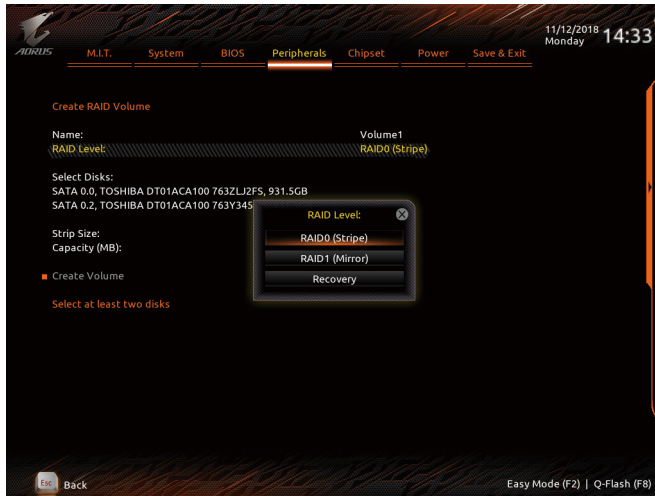

图8
在「Intel(R) Rapid Storage Technology」画面时,请在「Create RAID Volume」选项按<Enter>键,进入「Create RAID Volume」画面,首先在「Name」选项自订磁盘阵列名称,字数最多可至16个字母但不能有特殊字符,设定好后按<Enter>键。接着使用下键移动至「RAID Level」选项选择要制作的RAID模式(图8)。RAID模式选项有:RAID 0、RAID 1、RAID 10及RAID 5(可选择的RAID模式会依据所安装的硬盘总数而定)。选择好RAID模式后,再按下键移动至「Select Disks」选项。